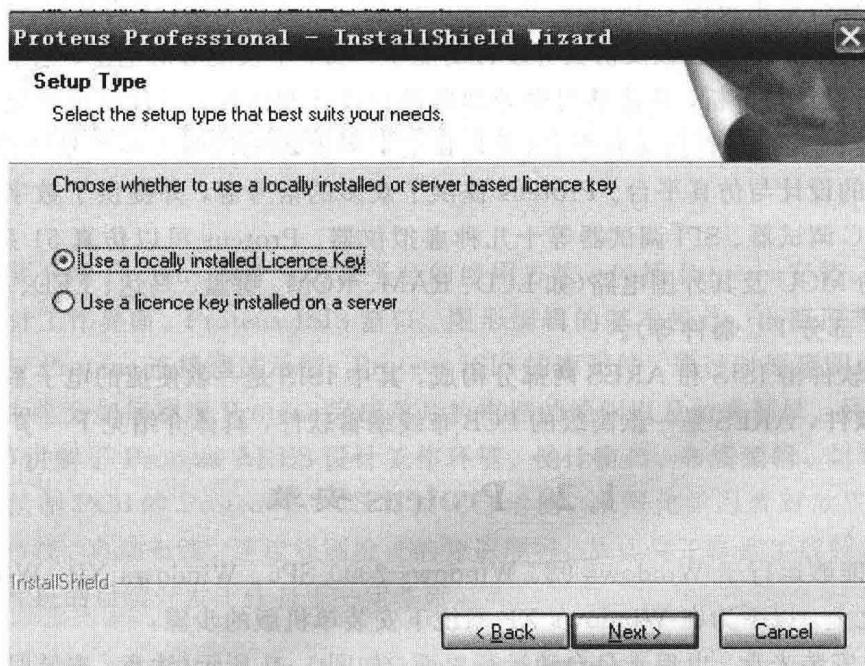

图 1-2 Proteus 安装类型选择界面
- (2) 点击第二项 Install Proteus 安装软件。
- (3) 进行安装类型的选择，如图 1-2 所示。